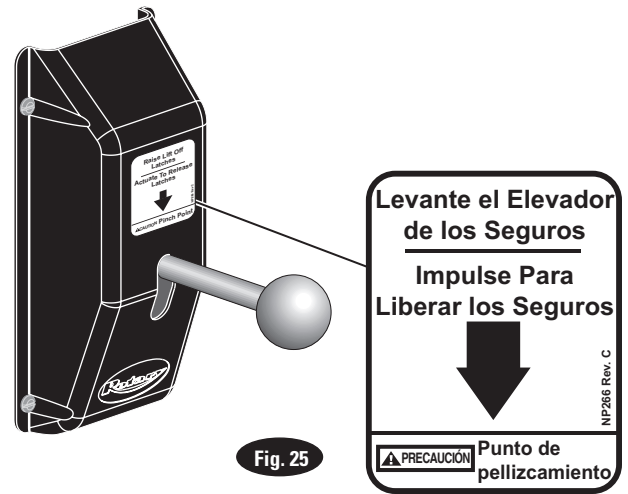

Fig. 25
23. Calcomanía de Liberación de Seguros: Instale la calcomanía de liberación de seguros en la cubierta sobre la manija de liberación de seguros, Fig. 25.